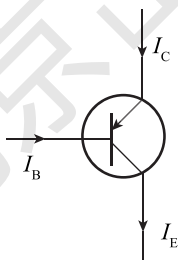

图 1-14 三极管电流流向图
(1) 图 1-14 为三极管电流流向图，若把晶体三极管看成一个封闭面，则有 $I_E =$ _____。